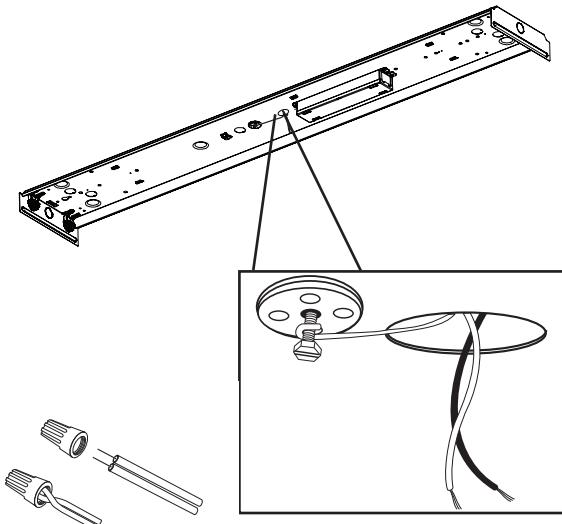

Fig. 5
- 5** Connect all fixture wires to power supply wires. White to white and black to black with wire nuts (not included). Wrap ground wire (bare copper or green) around green ground screw between hex nut and housing in location provided. Fully tighten. [Caution: Use wires (cord) suitable for at least 90°C (194°F). To prevent risk of fire, do not use fixture on dimming circuits. **Make Certain no bare wires are exposed outside wirenuts (Fig. 5).**
Connectez tous les fils de l'appareil aux fils d'alimentation avec des serre-fils (non inclus) fils blancs avec les fils blancs et fils noirs avec les fils noirs. Enroulez le fil vert (fil de cuivre nu) autour de la vis verte de mise à la terre entre l'écrou hexagonal et la rondelle cuvette à l'endroit prévu. Serrez l'écrou. [Attention : Utiliser des fils (un cordon) adaptés à au moins 90°C (194°F)]. Pour exclure tout risque d'incendie, ne pas utiliser pas cet appareil d'éclairage sur des circuits à gradation. **S'assurer qu'aucun fil nu ne sort des écrous de fil (Fig. 5).**
Conecte todos los cables del accesorio a los cables de suministro eléctrico: blanco con blanco y negro con negro, usando los capuchones de alambre (no incluidos). Enrolle el cable para conexión a tierra (verde o desnudo de cobre) alrededor del tornillo verde de tierra entre la tuerca hexagonal y el alojamiento. Apriete completamente la tuerca [Advertencia: Use cables (cordón) para temperaturas de al menos 90°C (194°F)]. Para evitar el riesgo de un incendio, no use este accesorio con circuitos reguladores de intensidad. **Asegure que no queden cables sueltos o desnudos (Fig. 5).**